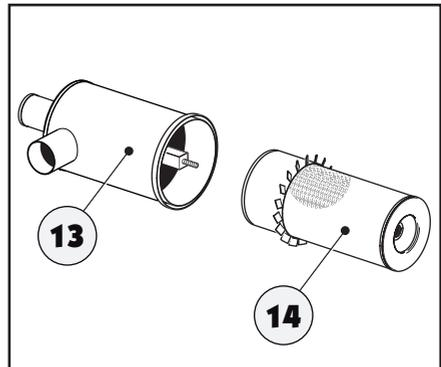

Abb. 6.14
- Den Filterdeckel (10) öffnen, dafür den Knopf (11) abschrauben;
- Den Feststellknopf (12) der Filterpatrone (14) abschrauben und diese aus ihrer Aufnahme ziehen (Abb. 6.14);
- Vor der erneuten Montage mit einem feuchten Tuch sorgfältig alle innen liegenden Teile des Behälters (13) und des Deckels (10) reinigen;